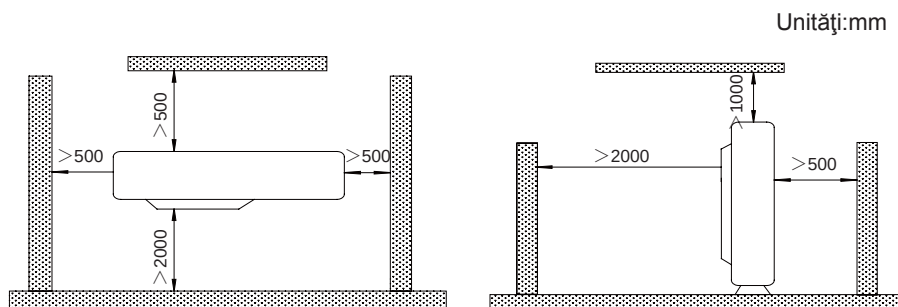

Fig.3
- ① . Montați unitatea acolo unde nu va fi aplecată mai mult de 5°.
- ② . Pe parcursul montării, în cazul în care unitatea de exterior trebuie să fie expusă la vânt puternic, trebuie să fie foarte bine fixată.
- (1). Dacă este posibil, nu montați unitatea acolo unde va fi expusă la lumina directă a soarelui. (Dacă este necesar, instalați un ecran care să nu blocheze fluxul de aer).
- (2). Montați unitatea de exterior într-un loc care, pe cât posibil, nu se va murdări sau nu se va uda atunci când plouă.
- (3). Montați unitatea de exterior acolo unde este convenabil pentru a fi legată de unitatea de interior.
- (4). Montați unitatea de exterior acolo unde apa condensată poate să se scurgă nestingherită pe durata operației de încălzire. Nu amplasați animale sau plante pe traseul aerului cald.
- (5). Aveți în vedere și greutatea aerului condiționat și alegeți un loc în care zgomotul și vibrațiile sunt mici.
- (6). Montați unitatea de exterior într-un loc capabil să susțină greutatea unității și care să genereze cât mai puțin zgomot și cât mai puține vibrații.
- (7). Oferiți spațiul prezentat în Fig. 3 astfel încât fluxul de aer să nu fie blocat. De asemenea, pentru o funcționare eficientă, lăsați deschise trei din cele patru direcții ale construcțiilor periferice.